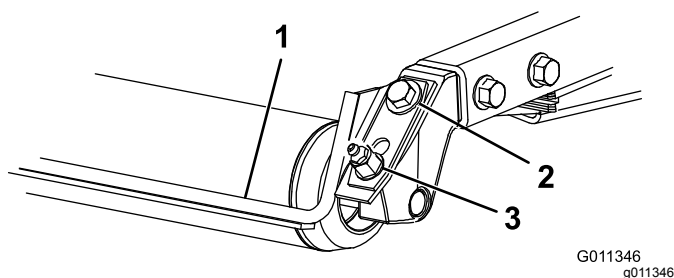

図 7
1. グリスフィッティングと取り付けねじをゆるめる 図 7。